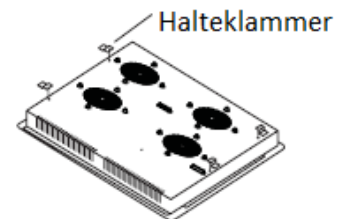

Abbildung 3
- 4 Stk. Halteklammern (Abb. 3) und